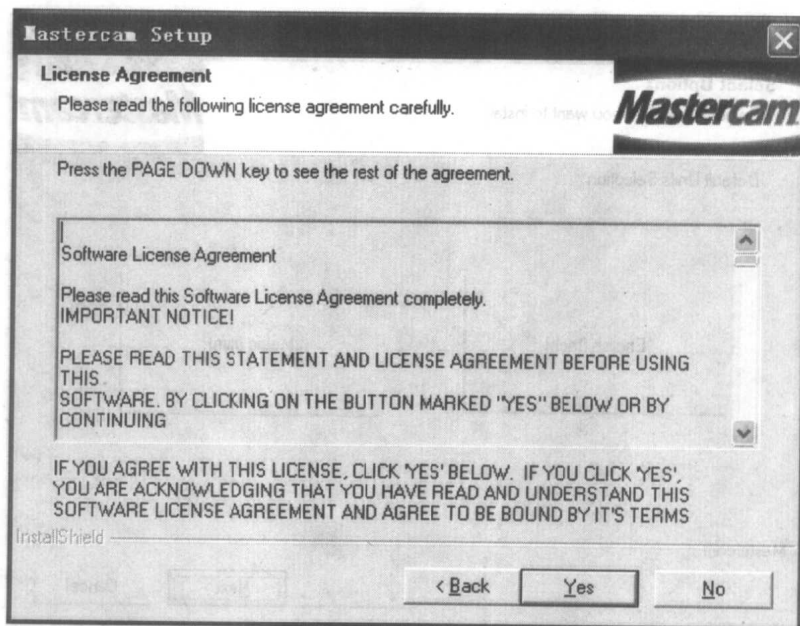

图 1.2 确认 License 授权
(2) 单击【Next】按钮，出现确认 License 授权，如图 1.2 所示，单击【Yes】按钮。